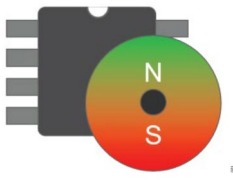

図 21. センサーのアライメント誤差
- ▶ センサーのアライメント誤差。これは、磁界の中心と角度センサーの中心とのミスアライメントによって生じます。図 21 を参照してください。